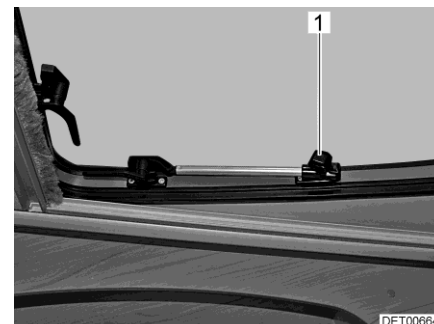

Fig. 57 Toit ouvrant avec bras pivotants, ouvert
- Ouvrir le toit ouvrant jusqu'à la position voulue et le bloquer avec la molette (Fig. 57,1).
- Tourner la molette (Fig. 57,1) jusqu'à ce que le dispositif de blocage soit libéré.